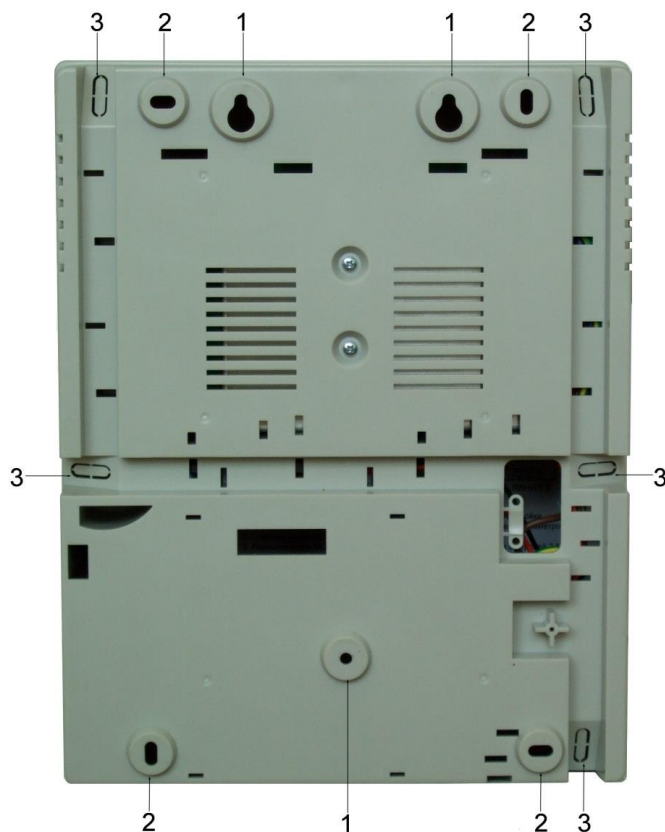

Рисунок 6. Монтажные отверстия
При этом используются отверстия (1) (см. рис. 6). Корпус монтируется на саморезы и дюбели, установленные на одной горизонтали на расстоянии 80 мм. После этого корпус закрепляется через нижнее отверстие, которое находится за аккумулятором резервного питания.